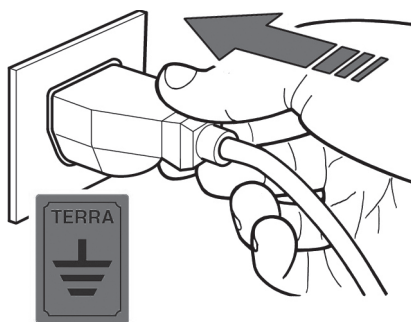

fig. 11
- E' obbligatorio che l'apparecchiatura completa sia collegata adeguatamente ad una efficiente presa a terra (fig.11).
- 2) Inserire la spina di alimentazione della Vetrina sulla presa fornita dal cliente (fig.11) assicurandosi che la stessa disponga del contatto di terra e che non ci siano prese multiple connesse .